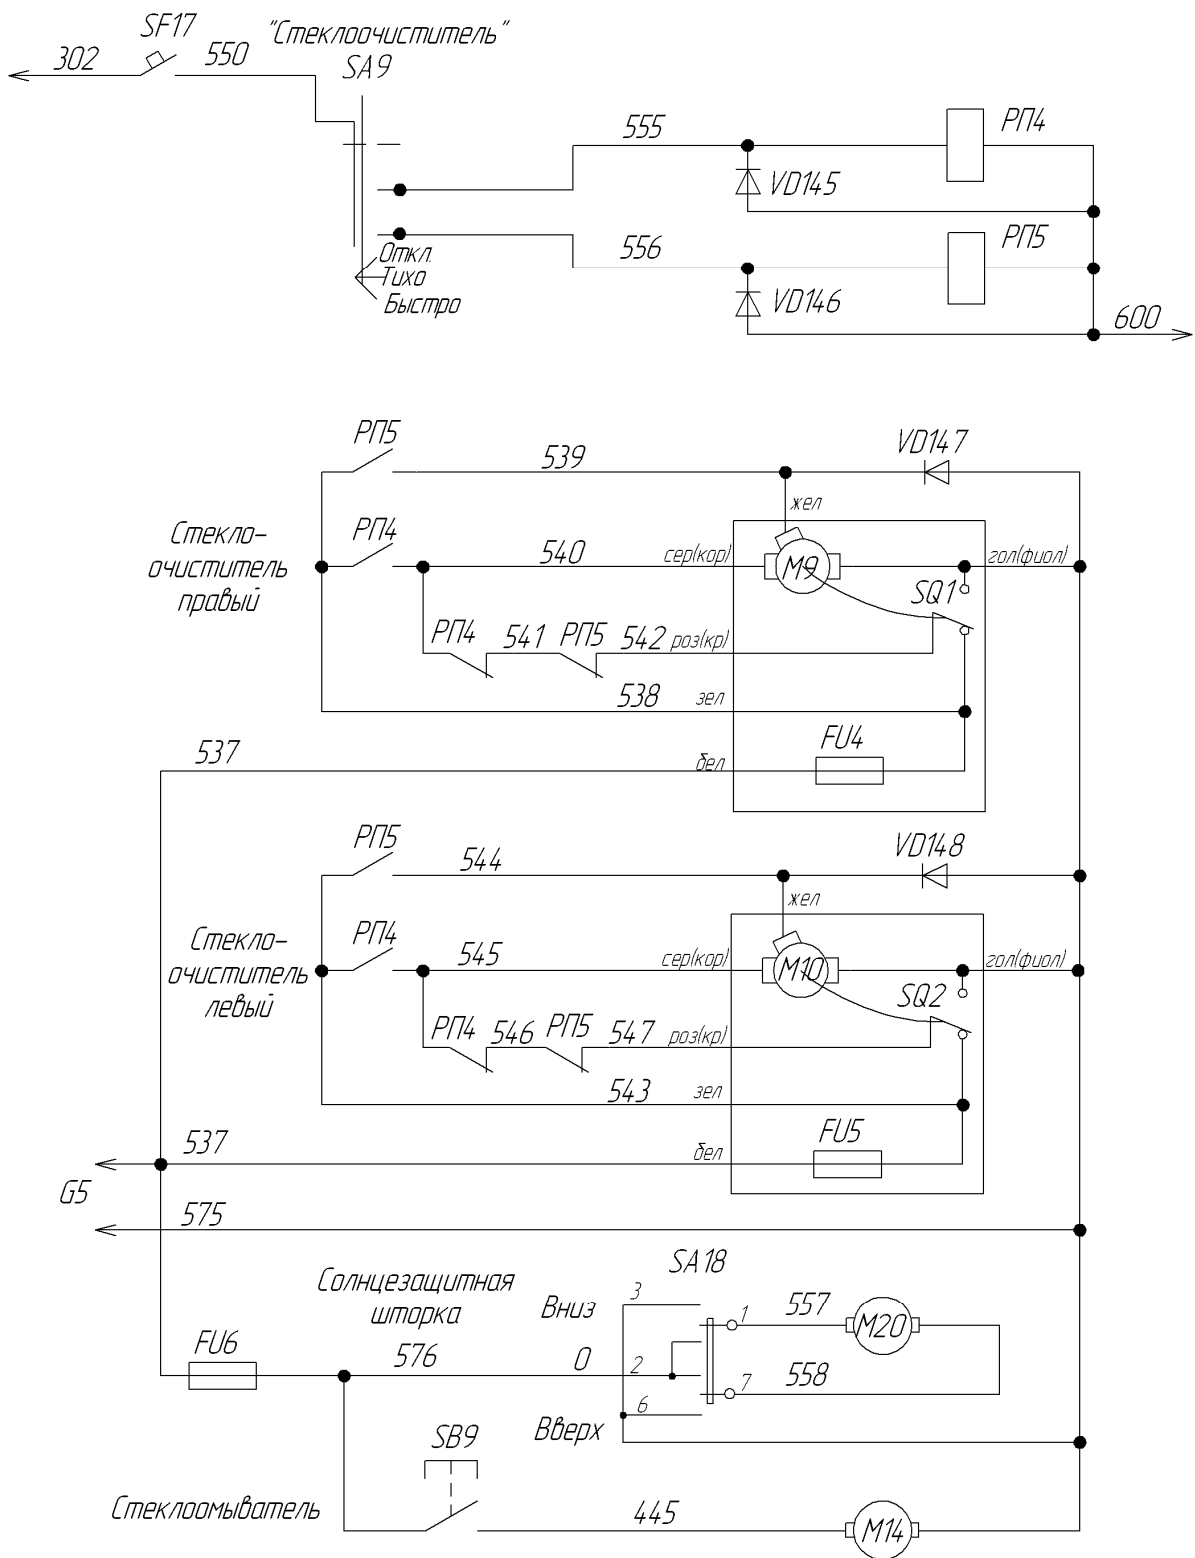

Рисунок 4.47 – Схема цепей стеклоочистителей, солнцезащитной шторки и стеклоомывателя
Для подачи напряжения 110 В в цепь управления стеклоочистителями необходимо включить автоматический выключатель SF17 «Свисток. Тифон», расположенный на панели автоматов. Управление стеклоочистителями производится переключателем SA9 «Стеклоочиститель», который имеет три положения: «Откл.», «Тихо» и «Быстро» (см. рисунок 4.47).
При включении и удержании переключателя SA18 в положении «Вверх», электродвигатель М20 получает питание по цепи (см. рисунок 4.47): провод 537 (+24 В), предохранитель FU6, провод 576, контакт переключателя SA18 (контакты 2 и 7), провод 558, электродвигатель М20, провод 557, контакт переключателя SA18 (контакты 1 и 3), провод 575 (общий 24В). При нажатии и удержании переключателя SA18 в положении «Вниз» происходит смена полярности напряжения на якоре двигателе М20 и он вращается в противоположную сторону. Для остановки шторки в нужном месте необходимо отпустить переключатель SA18.
Для включения двигателя стеклоомывателя **М21** необходимо нажать и удерживать кнопку SB9 (см. рисунок 4.47).
4.3.22.2 Обогрев выпускных кранов ГР. Обогрев выпускных кранов ГР производится после включения тумблера SB25 «Обогрев кранов». Сигнал поступает в БСП по проводу 134 и система МПСУ и Д выдает команду на включение обогрева выпускных кранов всех секций. Контактор KM15 включается по цепи (см. рисунок 4.47): провод 302 (+110В), контакт автоматического выключателя SF15, провод 530, катушка контактора KM15, провод 572, вход БУК-3 №11, провод 600. Контактор KM15 включается и замыкает свой силовой контакт в цепи питания нагревательных элементов R36...R39 выпускных кранов ГР.